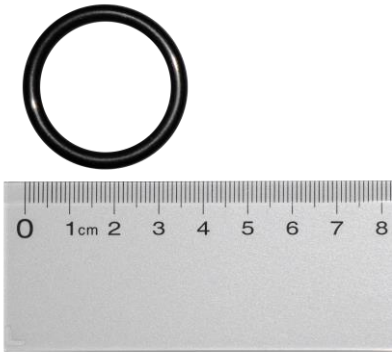

Fig. 10
- Vervanging van alle O-ringen. Fig. 10.